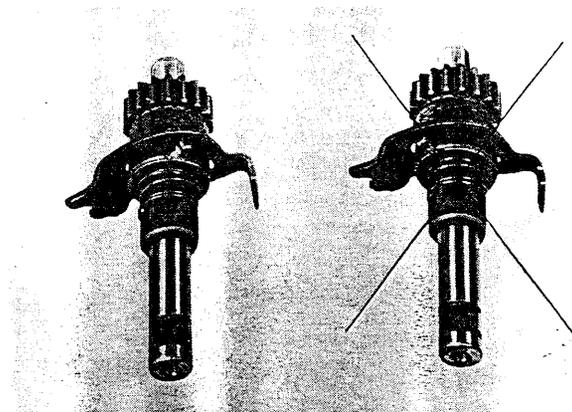
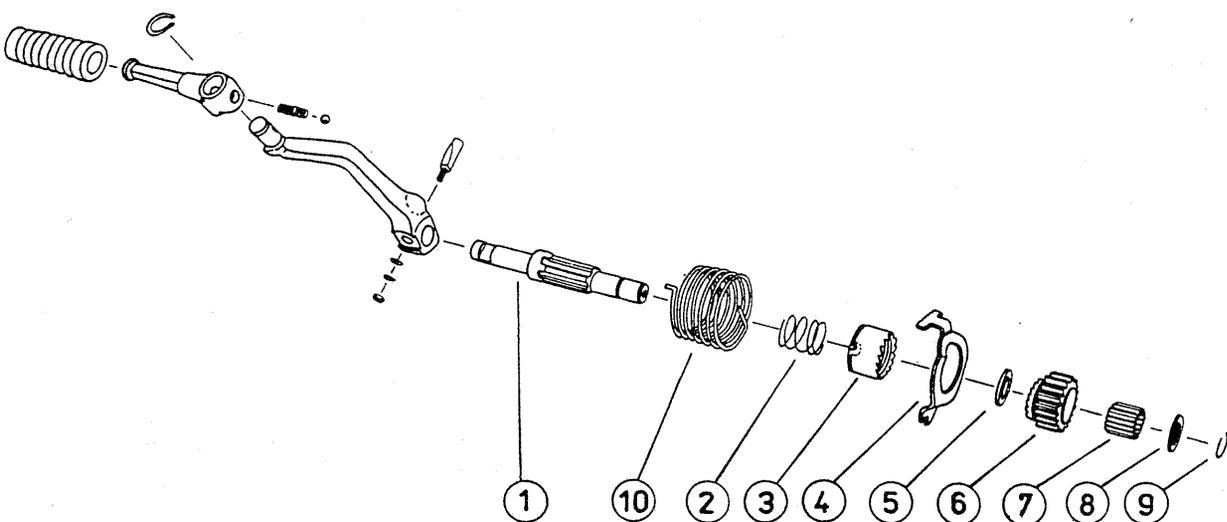

Fig. 276. Montage correct du disque récepteur (à gauche)
Fig. 275. Pièces détachées du système de kickstarter
Monter l'arbre de kickstarter en observant l'ordre numérique indiqué à la fig. 275. Fixer le disque récepteur (3) de la façon indiquée à la fig. 276, à gauche. La partie droite de la fig. 276 montre un arbre de kickstarter dont le montage est faux.